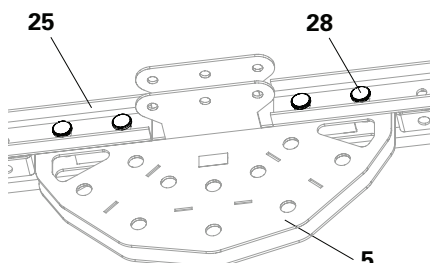

Fig. A2.09a
1. Spingere i correnti in acciaio 262 (25) nei nodi di corrente ATG (5).
2. Avvitare i correnti in acciaio 262 (25) con 2x perni Ø 32 (28) nei nodi di corrente ATG (5) e fissare con un inserto a molla 5/2 (29).
- (Fig. A2.09a + A2.09b)